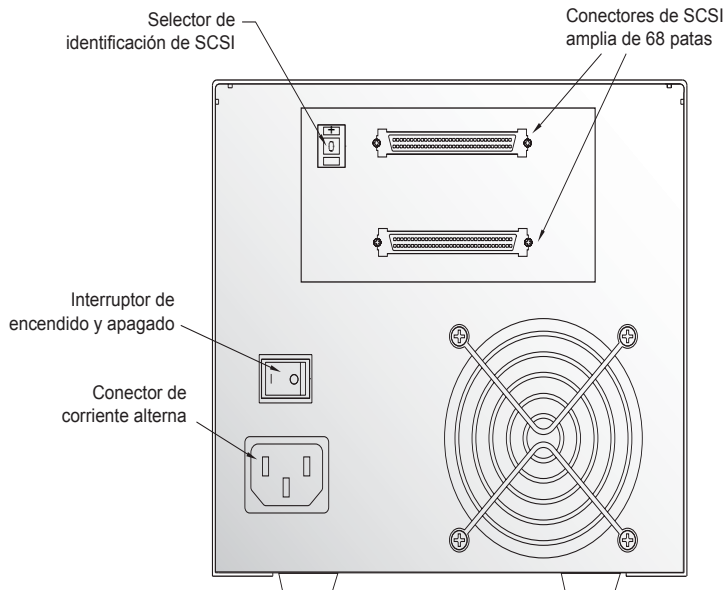

Figura 7. Interruptores y conectores en la parte posterior de la unidad de escritorio LTO-3
Cada dispositivo SCSI en el bus debe tener su propia identificación SCSI exclusiva. La unidad de cinta de escritorio se envía con una identificación de SCSI predeterminada de 6. Evite establecer la identificación de la unidad en 7. Si otro dispositivo SCSI en la cadena SCSI ya está usando esta identificación, use el interruptor de botón en la parte posterior de la unidad para cambiar la identificación SCSI de la unidad (consulte la figura 7 en la página 23) o asigne una identificación de SCSI exclusiva al otro dispositivo SCSI.
La unidad de escritorio LTO-3 tiene dos conectores de interfaz SCSI blindados de 68 patas (alternativa 2 de ANSI) en el panel posterior (consulte la figura 7 mostrada anteriormente). Estos conectores consisten en dos filas de contactos de cinta separadas 2,16 mm (0,085 pulgadas) entre sí. Cada conector se puede usar como una conexión SCSI de entrada o de salida. Eso significa que se puede usar cualquiera de los dos conectores para conectar la unidad a un equipo host o a otro dispositivo SCSI.
2. Conecte el cable de interfaz SCSI a uno de los conectores de interfaz SCSI de 68 patas en la parte posterior de la unidad (consulte la figura 7 mostrada anteriormente).
Conecte el cable de alimentación firmemente al conector de alimentación en la parte posterior de la unidad de escritorio LTO-3 (consulte la figura 7 en la página 23).